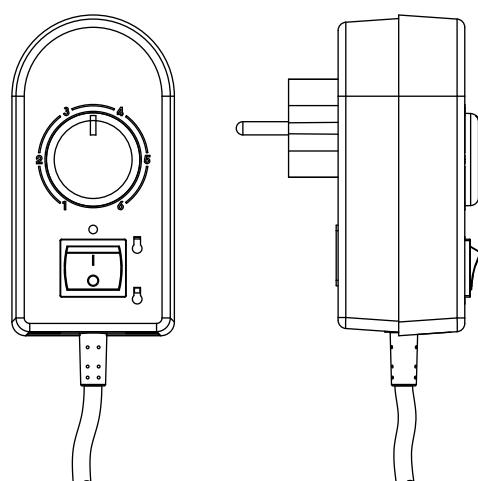

Рис. 2
**Регулятор R10A в штепсельной розетке всегда должен быть размещен в вертикальном положении** таким образом, чтобы кабельный вывод из регулятора выходил всегда внизу (см. рис. 2). Другое рабочее положение регулятора недопустимо.